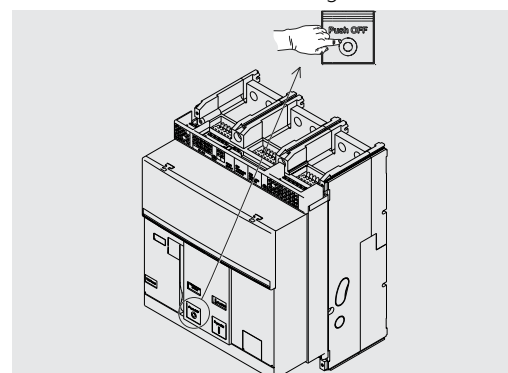

Figura 47
6. Apertura - Apretar el pulsador de apertura "O - Push OFF" como se indica en Figura 47.